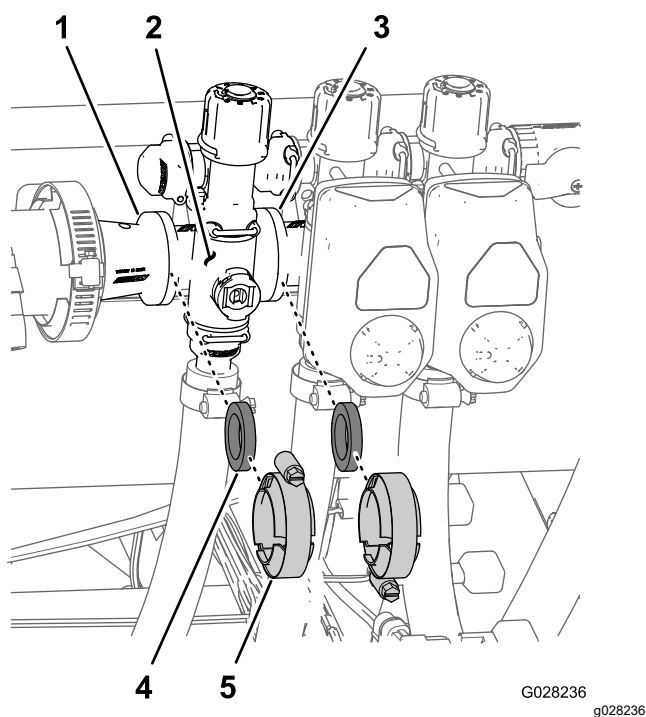

Рисунок 73
1. Снимите хомуты и прокладки, которые крепят коллектор клапана секции (Рисунок 73) к примыкающему клапану секции (если это левый клапан секции, а также переходная муфта).